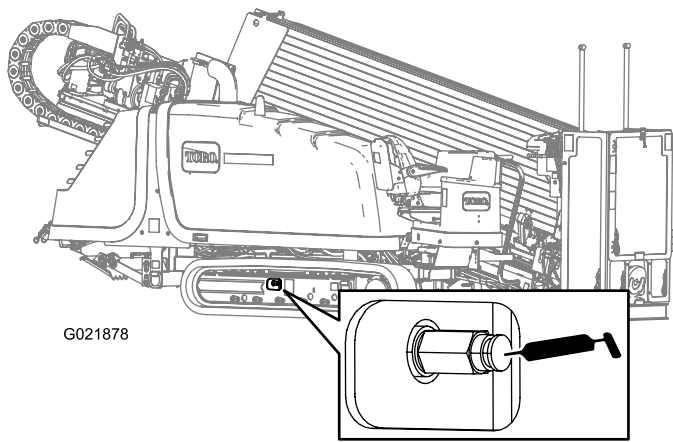

Figure 135
2. Enlevez les saletés et les débris déposés autour du graisseur de tension de la chenille (Figure 135).
4. Injectez de la graisse dans le graisseur jusqu'à ce que la tension atteigne 22 063 kPa (3 200 psi), comme montré à la Figure 135.
4. Tournez le graisseur dans le sens antihoraire d'un tour seulement (Figure 135).